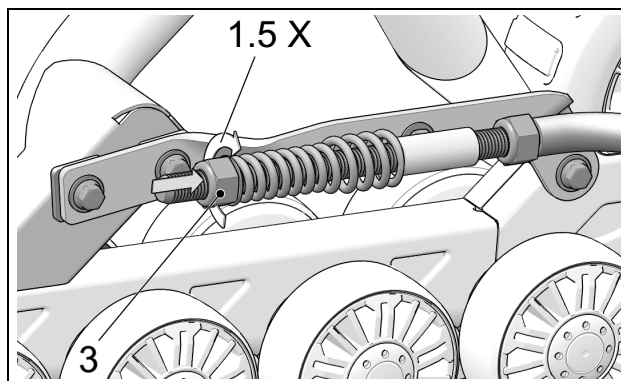

Figure 13
- Tourner l'écrou (3) jusqu'à ce qu'il entre en contact avec le ressort. Comprimer ensuite le ressort en tournant l'écrou de 1½ tour. Voir la Figure 13.